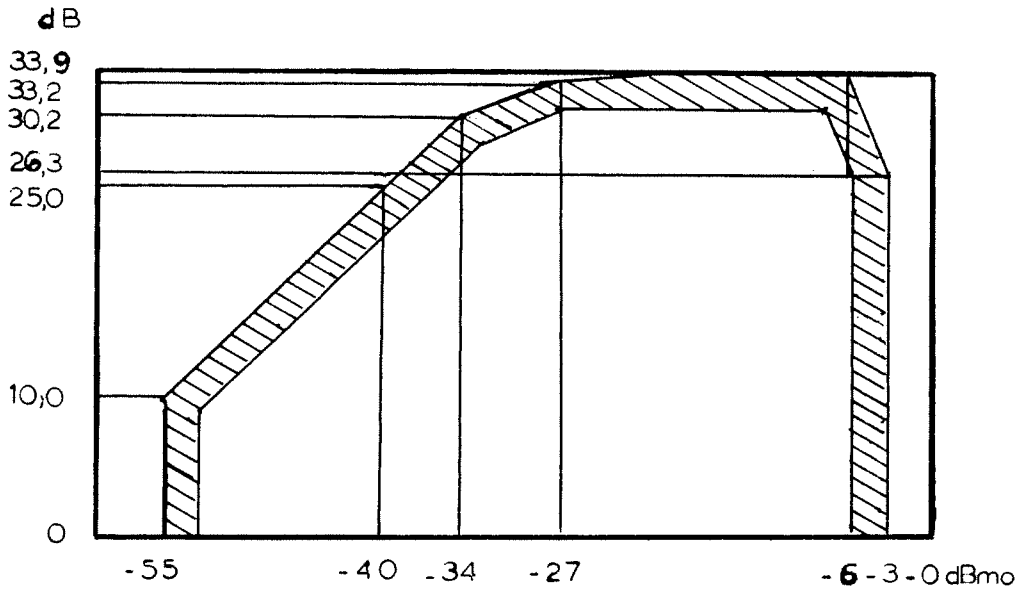

Bild 8
- Kontrollera att mätresultaten ligger ovanför masken i diagrammet på bild 8.